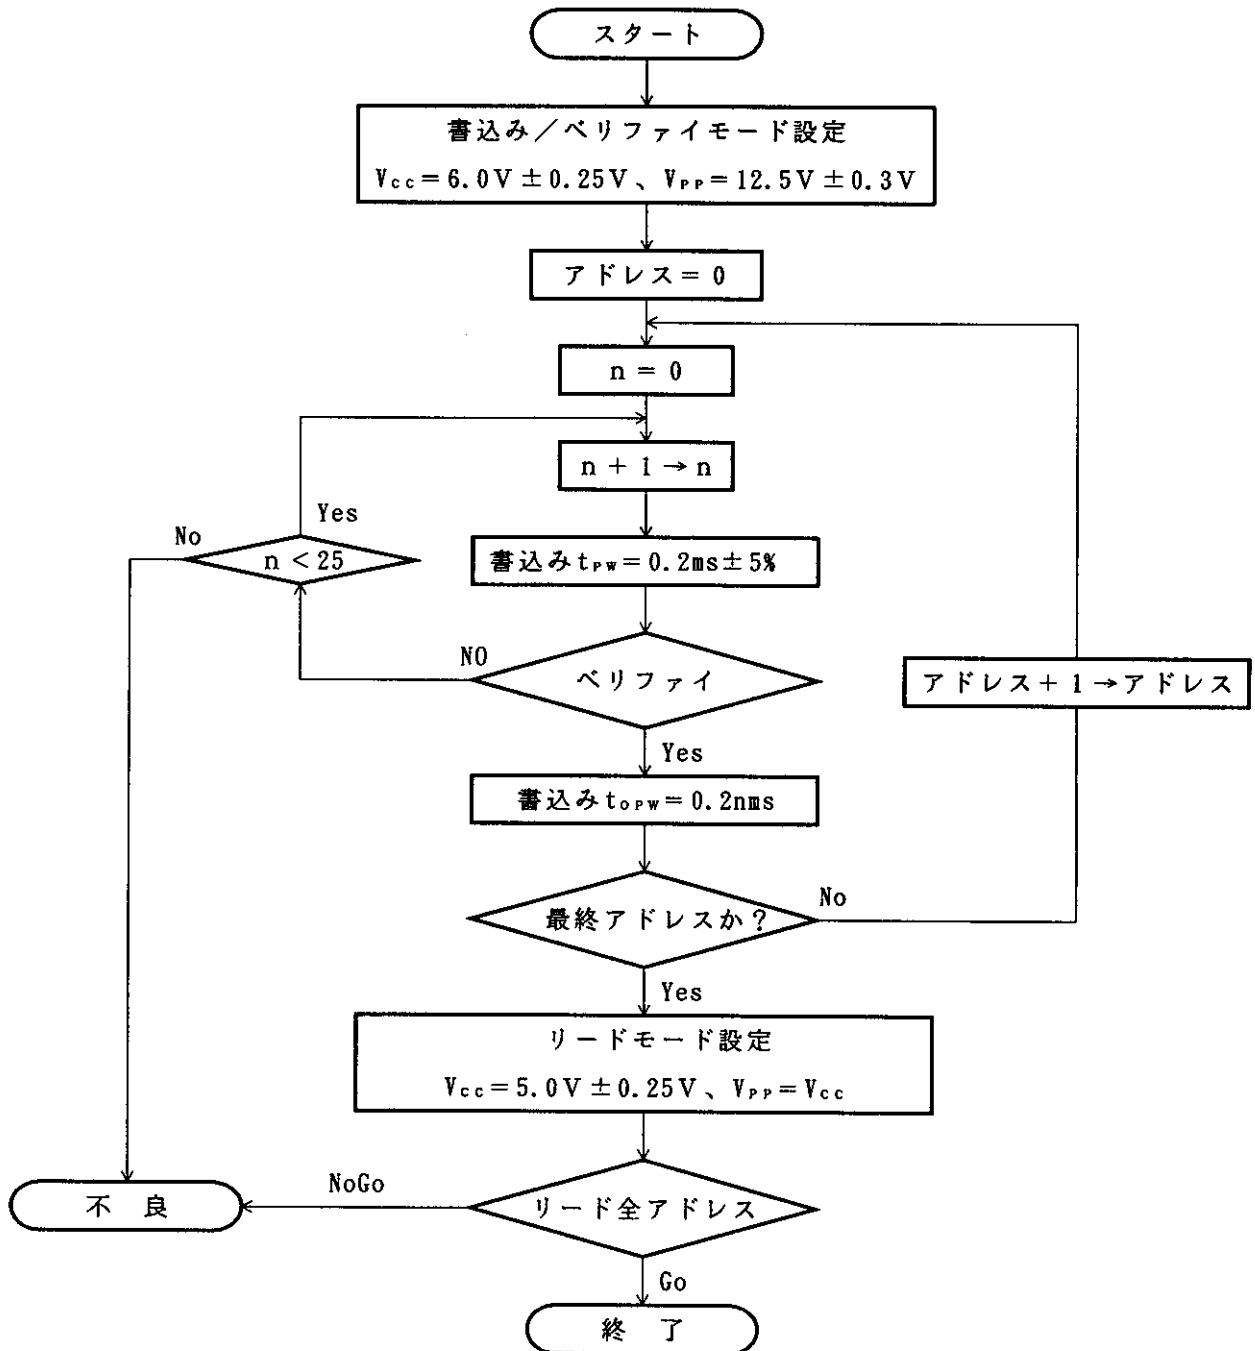

図6.4 高性能プログラミングフローチャート
高性能プログラミングの基本的なフローを図6.4に示します。
*3 t_{OPW} は図 6.4 高性能プログラミングフローチャートに記載した値で定義されます。
【注】* t_{OPW} は図6.4 高性能プログラミングフローチャートに記載した値で定義されます。